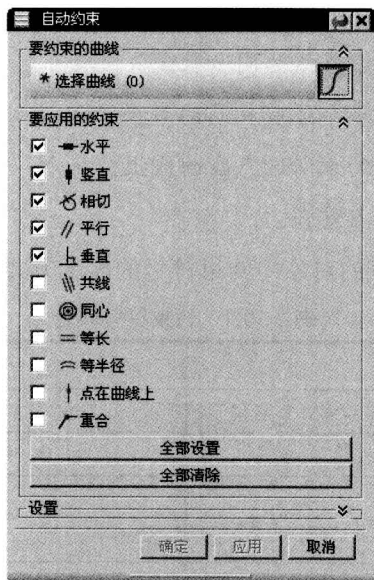

图 2.10.2 “自动约束”对话框
- E: 自动约束。单击该按钮，系统会弹出图 2.10.2 所示的“自动约束”对话框，用于自动地添加约束。